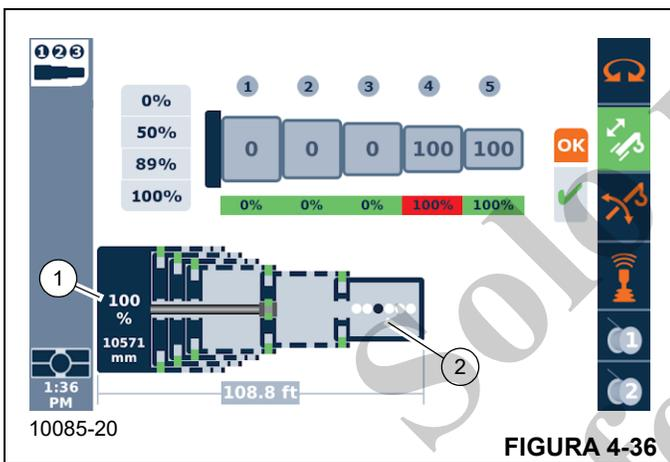
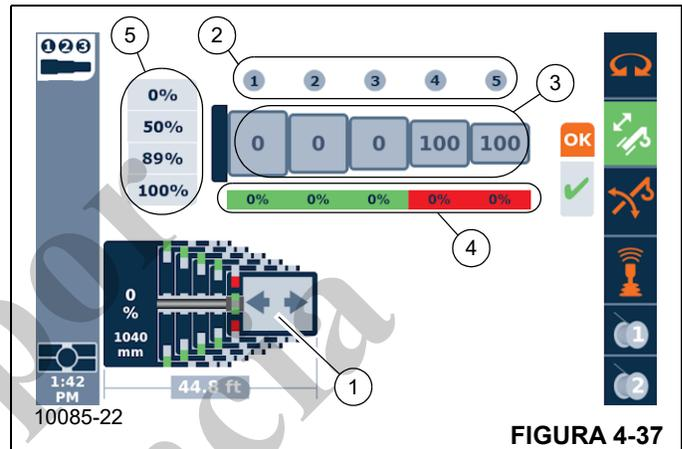
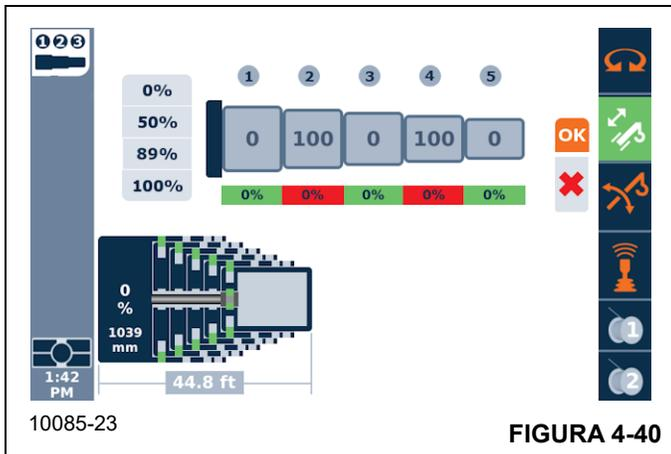

FIGURA 4-36
FIGURA 4-37
FIGURA 4-40
La pantalla de semiautomatización de la visualización del funcionamiento (consulte Figura 4-36) muestra un esquema gráfico cerca de la parte inferior de la pantalla que indica el estado actual de la pluma computado por el sistema de control (sin embargo el operador debe continuar monitoreando el estado físico de la pluma para compararlo con este esquema). En la Figura 4-36, se muestra un 100 % (1) para la posición del cilindro telescópico (sobre el valor de distancia de 10 571 mm). La representación gráfica de la varilla del cilindro telescópico sobresale horizontalmente desde el extremo izquierdo del esquema (cerca del elemento 1). El extremo de la representación gráfica de la varilla en la sección de pluma T4 está a 100 % de la ubicación de fijación. La entidad rectangular levemente más grande en el extremo derecho de la varilla del cilindro telescópico representa el mecanismo de fijación.
El ejemplo en Figura 4-36 muestra el valor de 10 571 mm para la extensión del cilindro telescópico dentro de la pluma. Este es el valor del sensor de longitud de precisión. El ejemplo también muestra un valor de 108.8 pies como la longitud de pluma total. El ejemplo muestra que la sección de la pluma T5 había sido previamente extendida y bloqueada en su ubicación de fijación del 100 % y la sección de la pluma T4 está siendo fijada en la ubicación de fijación del 100 %. El resto de las secciones de la barrera están bloqueadas en su posición de fijación al 0 %.
Como se mencionó anteriormente, hay oportunidades en que el sistema de control realiza movimientos automatizados. El ejemplo en Figura 4-36 muestra algunos puntos al final del esquema gráfico (2). Estos puntos, así como el punto oscuro circulando de atrás hacia adelante, de izquierda a derecha, indica que los movimientos automatizados se están realizando.
La Figura 4-37 muestra la misma pantalla cuando el operador puede controlar los movimientos de las secciones de la pluma. En este caso, hay una flecha (1) apuntando hacia la izquierda o derecha (en lugar de los puntos que se muestran en la Figura 4-36). En consistencia con la orientación esque-
Las flechas (1, Figura 4-37), en algún momento del proceso de telescopización, parpadearán. El parpadeo es una indicación de que ocurrirá un evento de desbloqueo o bloqueo si el operador sostiene la palanca de control en la dirección de esa flecha por al menos un segundo. Si este evento comienza, la pantalla cambiará a puntos (como se describe en la Figura 4-36) de modo que el operador sepa que un movimiento o acción automatizada está ocurriendo nuevamente.
Como se vio en Figura 4-37, hay un conjunto de valores numéricos en la parte superior de la pantalla, sobre el esquema gráfico de la pluma.
Primero, hay un conjunto de valores en una fila superior, con valores de 1 a 5 en círculos (2, Figura 4-37). Los valores 1 a 5 en los círculos indican las secciones telescópicas de la pluma (o "secciones de telescopización"). El número 1 es para la sección de la pluma más larga y más cerca a la sección base. Se le denomina T1. Luego se continúa con T2 a T5 para los valores 2 a 5.
Los valores bajo estos números de indicaciones de secciones de pluma representan la configuración de pluma final que se requiere (o “estado de telescopización objetivo”) como un porcentaje. La Figura 4-37 muestra este conjunto de valores como 0-0-0-100-100 (3). Esto significa que T4 y T5 deben ser extendidas al 100 % de la ubicación de fijación, y T1, T2 y T3 no deben ser extendidas. Es vital que el operador entienda que esta configuración de pluma final requerida es el primer paso en el funcionamiento de la pluma de fijación en el modo de semiautomatización. Cada cosa que realice el sistema de control en el modo de semiautomatización depende de esta configuración de pluma final requerida.
Segundo, hay un conjunto de valores porcentuales que se muestran bajo los valores de la configuración de pluma final requerida. En la Figura 4-37, estos aparecen como 0 %-0 %-0 %-0 %-0 % (4). Esto representa la configuración de pluma computada actual del sistema de control (o “estado de telescopización real”). Esto puede entenderse como el aspecto de la pluma “ahora” (pero, como se mencionó anteriormente, el operador debe estar consciente de la pluma física para comparar estos valores). A medida que la pluma entra en funcionamiento, esta configuración de pluma computada cambiará (tal como el gráfico esquemático del sistema de pluma cambiará en la pantalla). Pero el operador debe tener en consideración que la configuración de pluma final requerida no estará cambiando a medida que la pluma está en funcionamiento (es el destino final para el movimiento de la pluma).
- En el ODM, el botón Intro se usa para marcar la opción OK (Aceptar) que aparece en la pantalla. Esto envía los datos requeridos al sistema de control. Si esta configuración se considera aceptable, aparecerá un signo de verificación bajo OK (como se muestra en la Figura 4-37). Si la configuración no se considera aceptable, una X de color rojo aparecerá en lugar del signo de verificación (Figura 4-40). Como ejemplo, una configuración de pluma final requerida de 0-100-0-100-0 no se permite (la sección T3 fue “ignorada” por no tener una ubicación de fijación de 0 %).
- Una vez que el cilindro telescópico se considera bloqueado a la sección de pluma que moverá primero (T5 es el ejemplo actual Figura 4-37) el sistema de control, la sección de pluma será desbloqueada (esta es una acción automatizada).
- Una vez que la sección de pluma es desbloqueada, aparecerán las flechas de dirección telescópica (1), como se muestra en Figura 4-37.
- Cuando la sección de pluma T4 está desbloqueada, las flechas de dirección telescópica derecha e izquierda aparecerán nuevamente (como se muestra en la Figura 4-37).